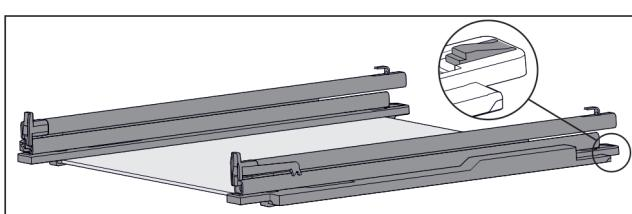

Fig. 126 Стеклянная пластина с направляющими и крепежными элементами
- Крепежный элемент сзади прижмите вниз (см. Fig. 126) и одновременно отодвните направляющую назад.